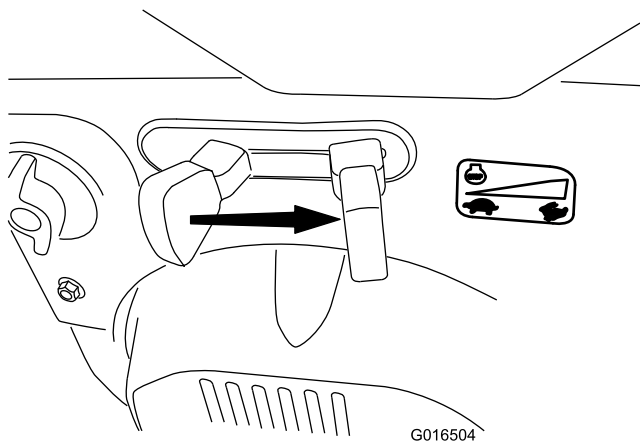

Figura 30
6. Mettete l'acceleratore in posizione Fast (Figura 30).